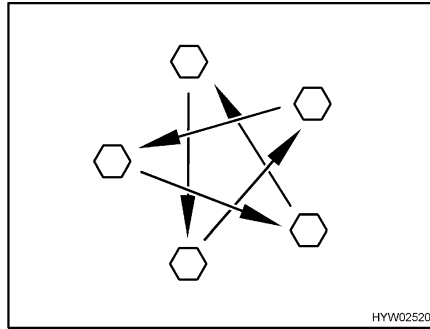

Bild 162 Radmuttern oder Radschrauben über Kreuz anziehen
- Radmuttern oder Radschrauben regelmäßig auf festen Sitz prüfen. Radmuttern oder Radschrauben eines ausgewechselten Rades nach 50 km über Kreuz nachziehen (Bild 162).